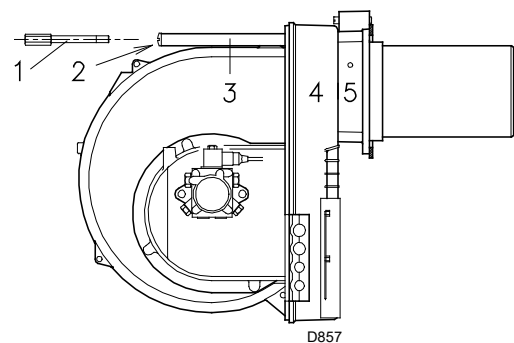

Fig. 14
➤ Por último, volver a montar el quemador 4)(Fig. 14) sobre las guías 3), desplazándolo hasta la brida 5), manteniéndolo ligeramente levantado para evitar que el disco estabilizador de llama tropiece con el tubo llama.
- quitar las tuercas 1)(Fig. 14) y el disco 2);